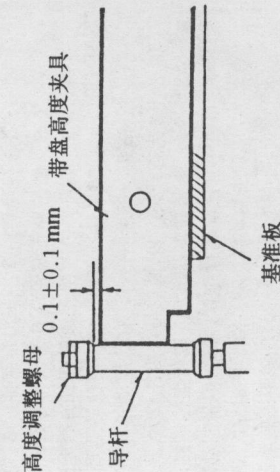

图20
⑤如果磁带骑在两个凸缘之一上，就按下述步骤调整导杆的高度：
• 如果磁带骑在下部凸缘上，将螺母向顺时针方向旋转。如图20所示。